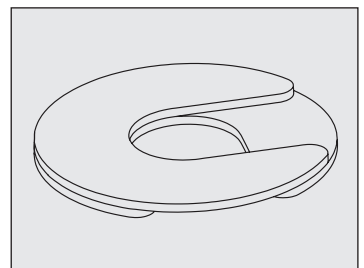

Figure 10. Posez les cales en décalant leurs fentes s'il y en a plusieurs.
- En cas d'utilisation de plus d'une cale, assurez-vous que les fentes des cales sont décalées. Voir Figure 10.
- **NE PAS** utiliser plus de quatre (4) cales sur une même roulette.